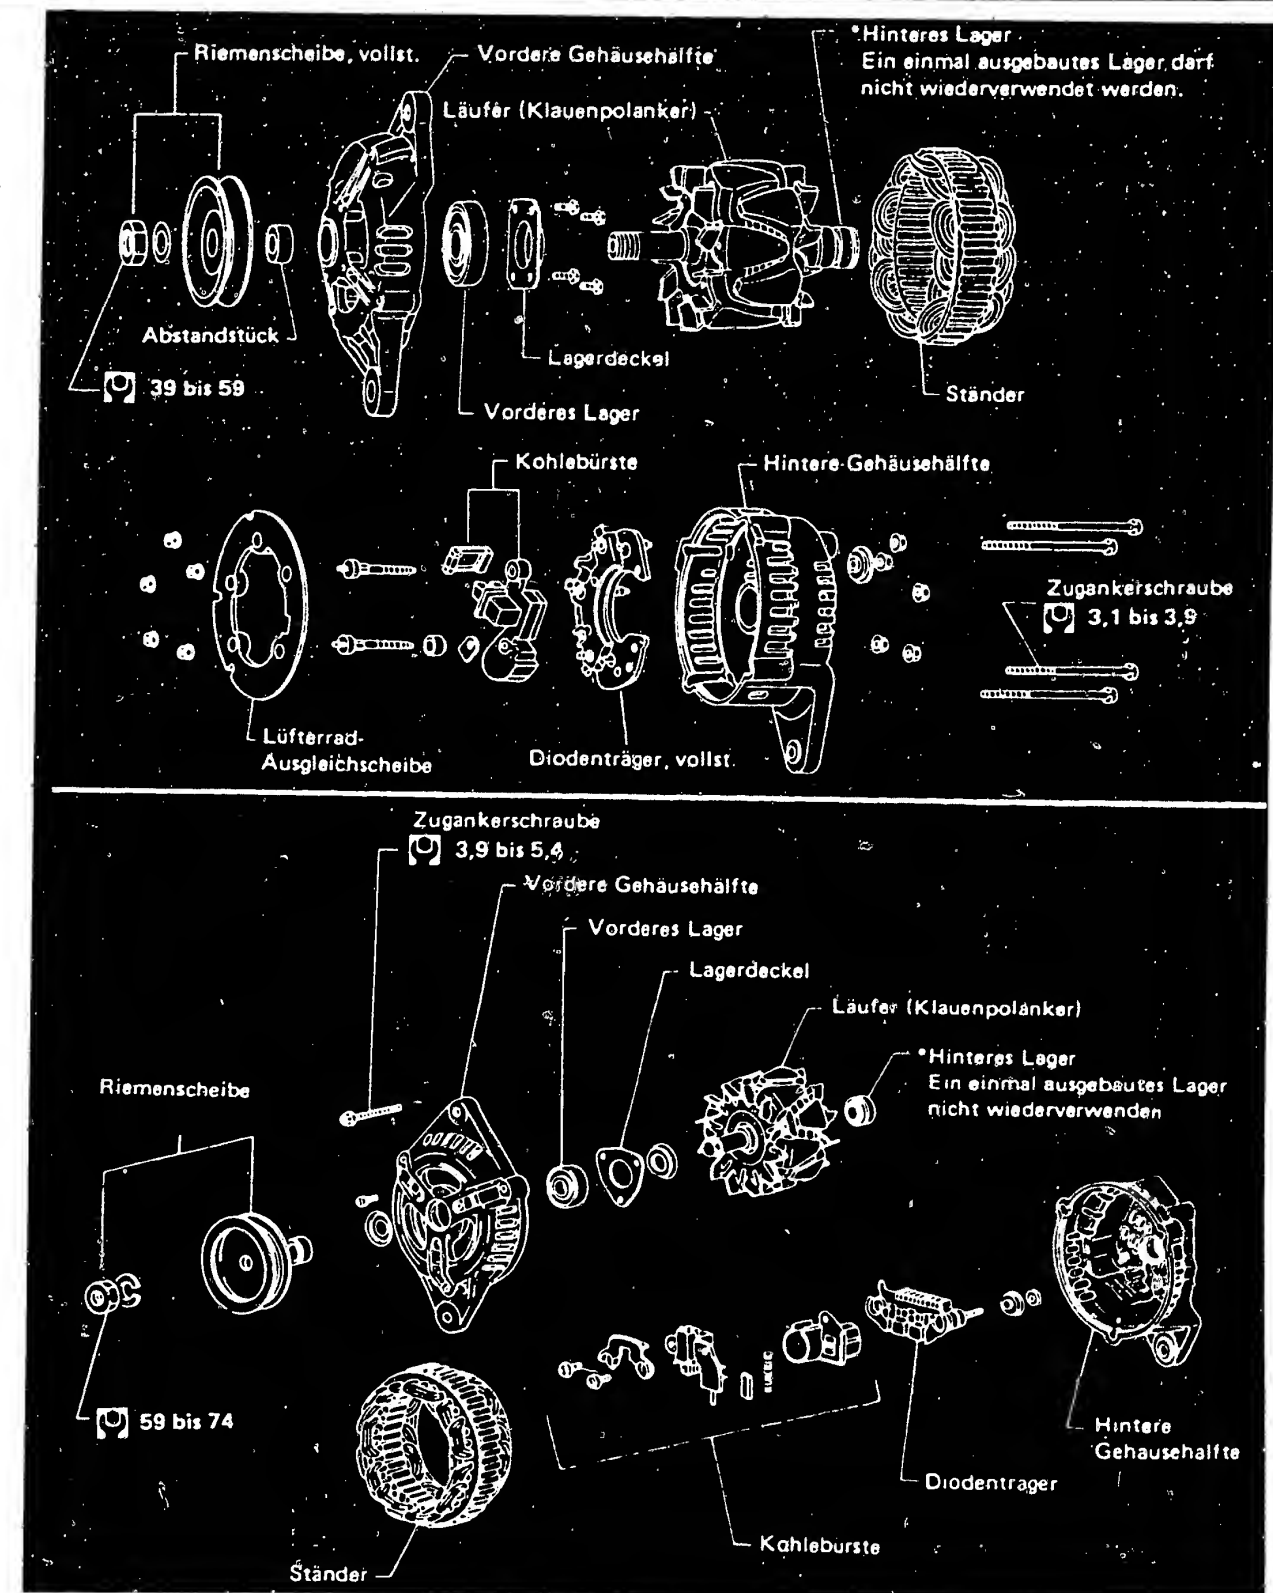

Bild 59 Der Hitachi-Generator (oben) gelangt in den Saugmotoren und der Mitsubishi-Generator (unten), in den Turbomotoren zum Einbau.
f) Die Betätigung der **Handbremse** erfolgt über Seilzüge. Je nach Hinterradaufhängung sind zwei verschiedene Anordnungen anzutreffen. Bei beiden erfolgt die Nachstellung von der Fahrzeug-Unterseite her (Bild 59). Mit einer Kraft von 196N (20kg) soll sich der Hebel um 7...9 Rasten ziehen lassen.